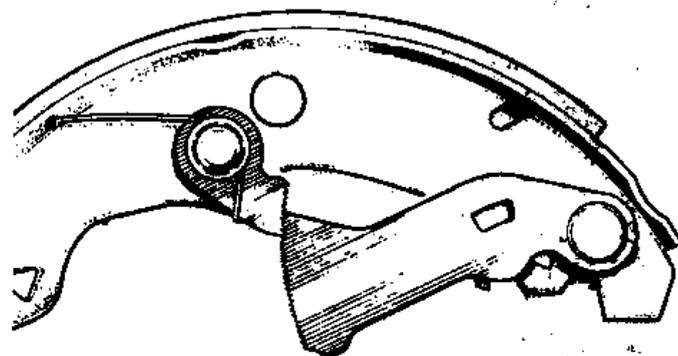

Рис.9.15. Зацепление храпового механизма передней колодки (Разд.8)
- III) Установив на место длинный рычаг храповика и его клипс, соедините оба рычага так, чтобы в зацеплении находилось 4-5 зубьев (Рис.9.15).